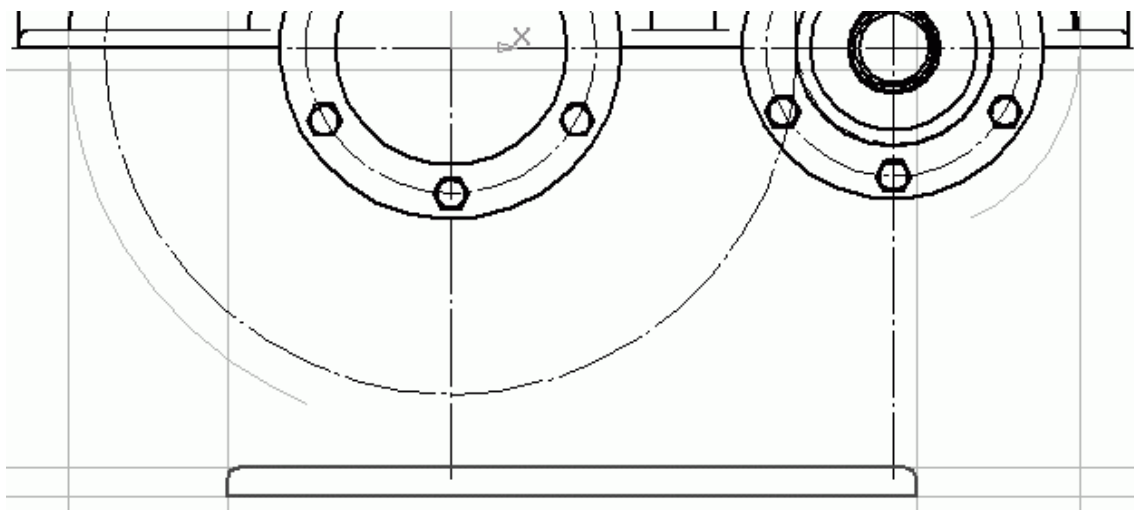

Рис. 2.113. Опорный фланец корпуса редуктора
3. Основываясь на четырех вспомогательных прямых, созданных последними, постройте прямоугольник при помощи одноименной команды. Используя инструмент Скругление на углах объекта панели Геометрия, сформируйте два скругления радиусом 6 мм на верхних углах прямоугольника (рис. 2.113). Построив опорный фланец, отредактируйте положение характерных точек двух вертикальных осевых: верхние точки по контуру крышки редуктора, нижние точки – по нижней границе опорного фланца.